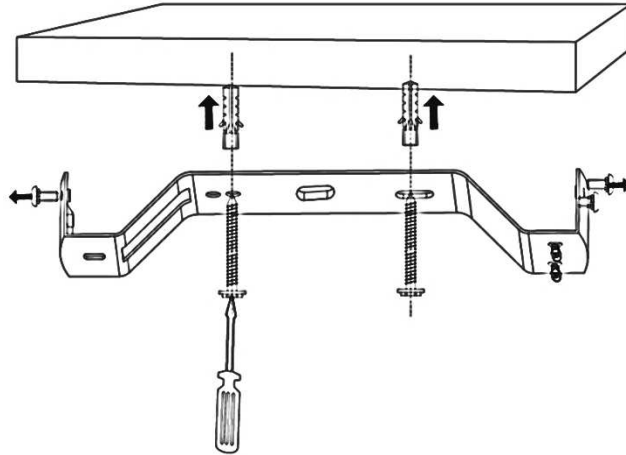

Fig. 2
- Rimuovere le viti dalla staffa di montaggio (Fig. 2) e il supporto del motore. Fig.3